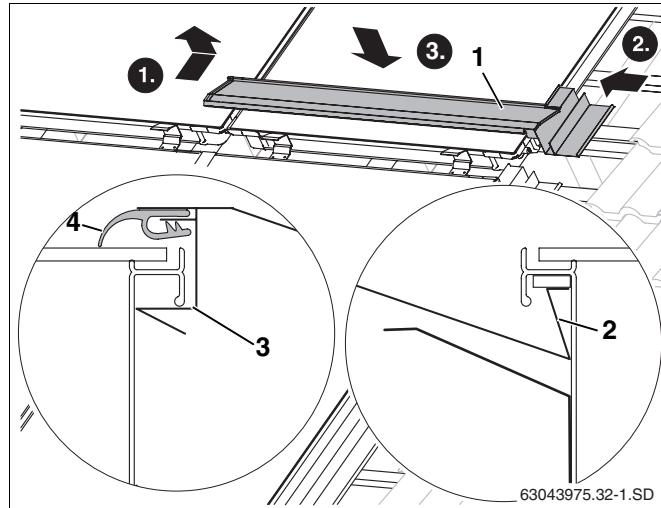

Рис. 51 Установка первого среднего накладного листа
- Уложить отогнутый край накладного листа (рис. 51, **поз. 2**) в раму коллектора.
- Подвести накладной лист (рис. 51, **поз. 1**) к коллектору и вставить в правый боковой накладной лист.
- При нажатии на лист он входит под раму коллектора (рис. 51, **поз. 3**).
- Сверху на коллектор нужно уложить и вытянуть резиновый язычок (рис. 51, **поз. 4**).